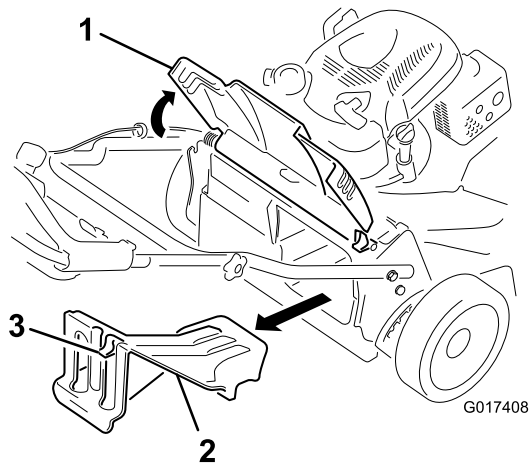

Figure 25
1. Soulevez le déflecteur arrière et gardez-le dans cette position (Figure 25)
2. Déposez l'obturateur d'éjecteur arrière en appuyant sur le verrou avec le pouce et en tirant l'obturateur pour le sortir de la machine (Figure 25).